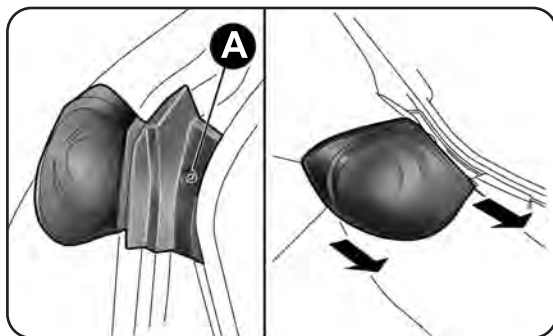

fig. 135
- abra el maletero y afloje el tornillo A-fig. 135 de fijación del grupo óptico trasero;
- extraiga el grupo óptico con las dos manos en el sentido indicado por la flecha (véase fig. 135);